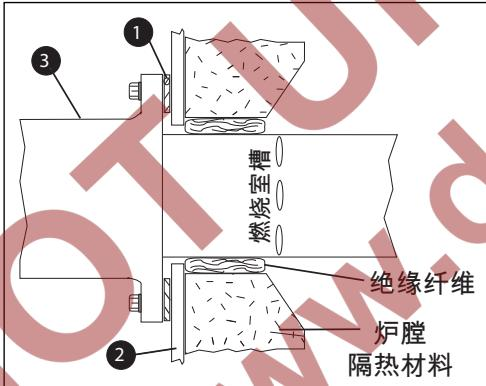

图 3.4. 合金燃烧管室
- 确保垫圈 ① 安装在燃烧器 ③ 和燃烧室壁 ② 之间。参见图 3.4。
- 如图 3.4 所示，将纤维绝缘布置在燃烧室周围，深度不超过燃烧室槽位置。